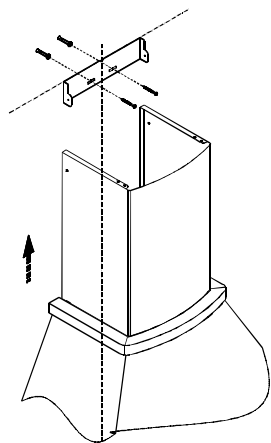

РИС. 5
6.2. Крепление кронштейна к стене (рис. 5).